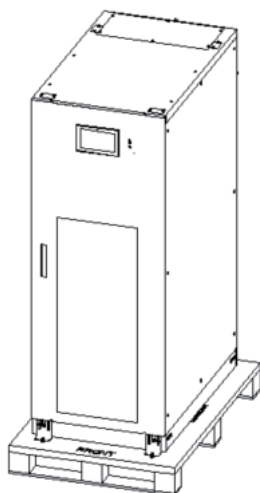

Рисунок 3-5. Удаление защитного пеноматериала
4) Удалить защитный пеноматериал, уложенный вокруг ИБП. Как показано ниже на рис. 3-5.